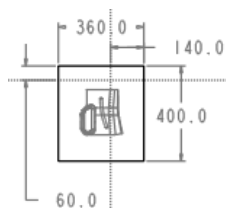

图 17.3 截面草图
(1) 选择命令。单击 **模具** 功能选项卡 **形状** 区域中的  按钮。
(2) 创建实体拉伸特征。
① 定义草绘截面放置属性。在绘图区中右击，选择快捷菜单中的 **定义内部草绘** 命令。系统弹出“草绘”对话框，然后选择 MOLD_FRONT 基准平面作为草绘平面，草绘平面的参考平面为 MOLD_RIGHT 基准平面，方位为 **右**，单击 **草绘** 按钮，系统进入截面草绘环境。
② 进入截面草绘环境后，选取 MOLD_RIGHT 基准平面和 MAIN_PARTING_PLN 基准平面为草绘参考，然后绘制图 17.3 所示的截面草图；完成截面草图的绘制后，单击“草绘”操控板中的“确定”按钮 。
③ 选取深度类型并输入深度值。在操控板中选取深度类型 ，再在深度文本框中输入深度值 300.0，并按 Enter 键。
④ 完成特征的创建。在“拉伸”操控板中单击  按钮，完成特征的创建。